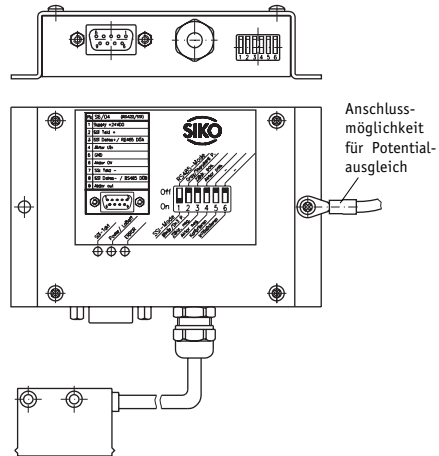

Abb. 1: Montage Auswertelektronik/ Anschlüsse
Das Gerät ist für die Montage mittels Schraubbefestigung vorgesehen. Die seitlich an den Laschen vorhandenen Bohrungen können zum direkten Anschrauben verwendet werden (siehe Abb.1).
- Um eine störungsfreie Funktion des Gerätes sicherzustellen, ist der fachgerechte Anschluss an den Potentialausgleich unbedingt erforderlich. Um dies sicherzustellen, sind dem Lieferumfang je eine Ringöse für den Anschluss einer max. 2.5mm² Leitung, alternativ ein Flachsteckerverbinder sowie eine Zahnscheibe beigelegt. Der Anschluss sollte so kurz wie möglich ausgeführt werden (siehe Abb.1).
Die Ausgangssignale und die Versorgungsspannung werden über eine 9-polige D-SUB-Steckverbindung geführt (siehe Abb.1).